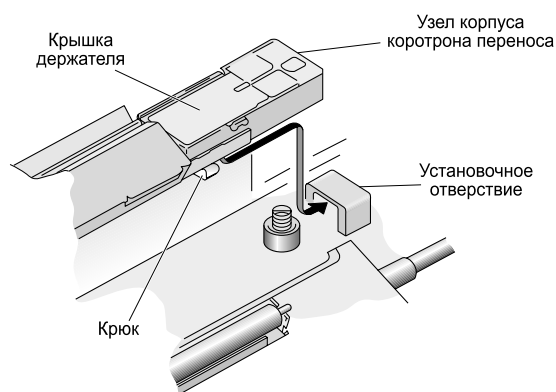

Рис. 3. Монтаж узла коротрона переноса
- снимите крышку держателя (см. рис. 3);
- установите узел коротрона переноса на место, заведя крюк на корпусе коротрона переноса в установочное отверстие опорной плиты со стороны задней стенки (рис. 3).